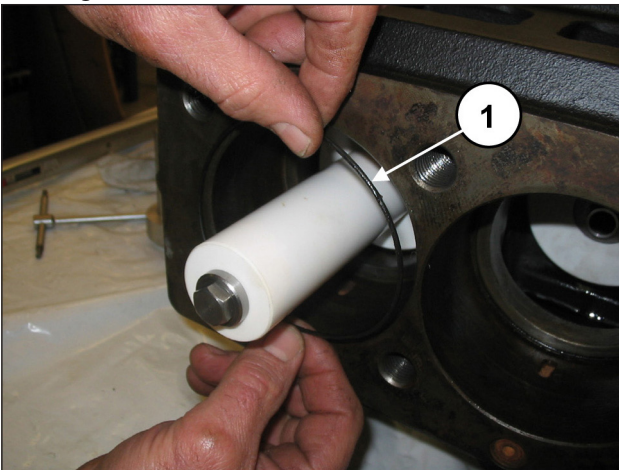
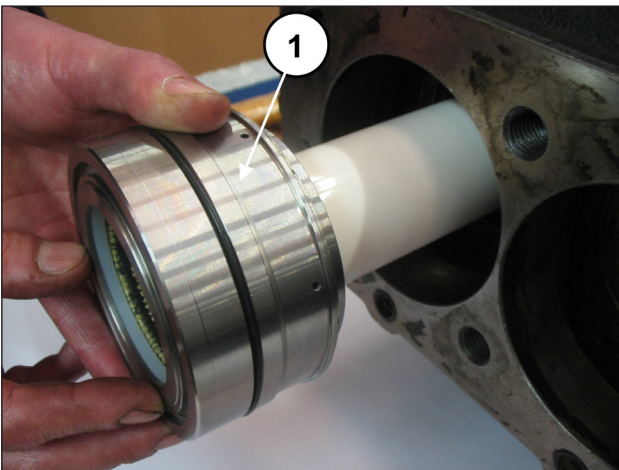

Abb. 179
Abb. 180
Montieren Sie den O-Ring in das Pumpengehäuse (Pos. ①, Abb. 179) und anschließend die vorab zusammengebaute Gruppe Buchse-Dichtungshalter (mitsamt O-Ring) bis auf Anschlag (Pos. ①, Abb. 180).